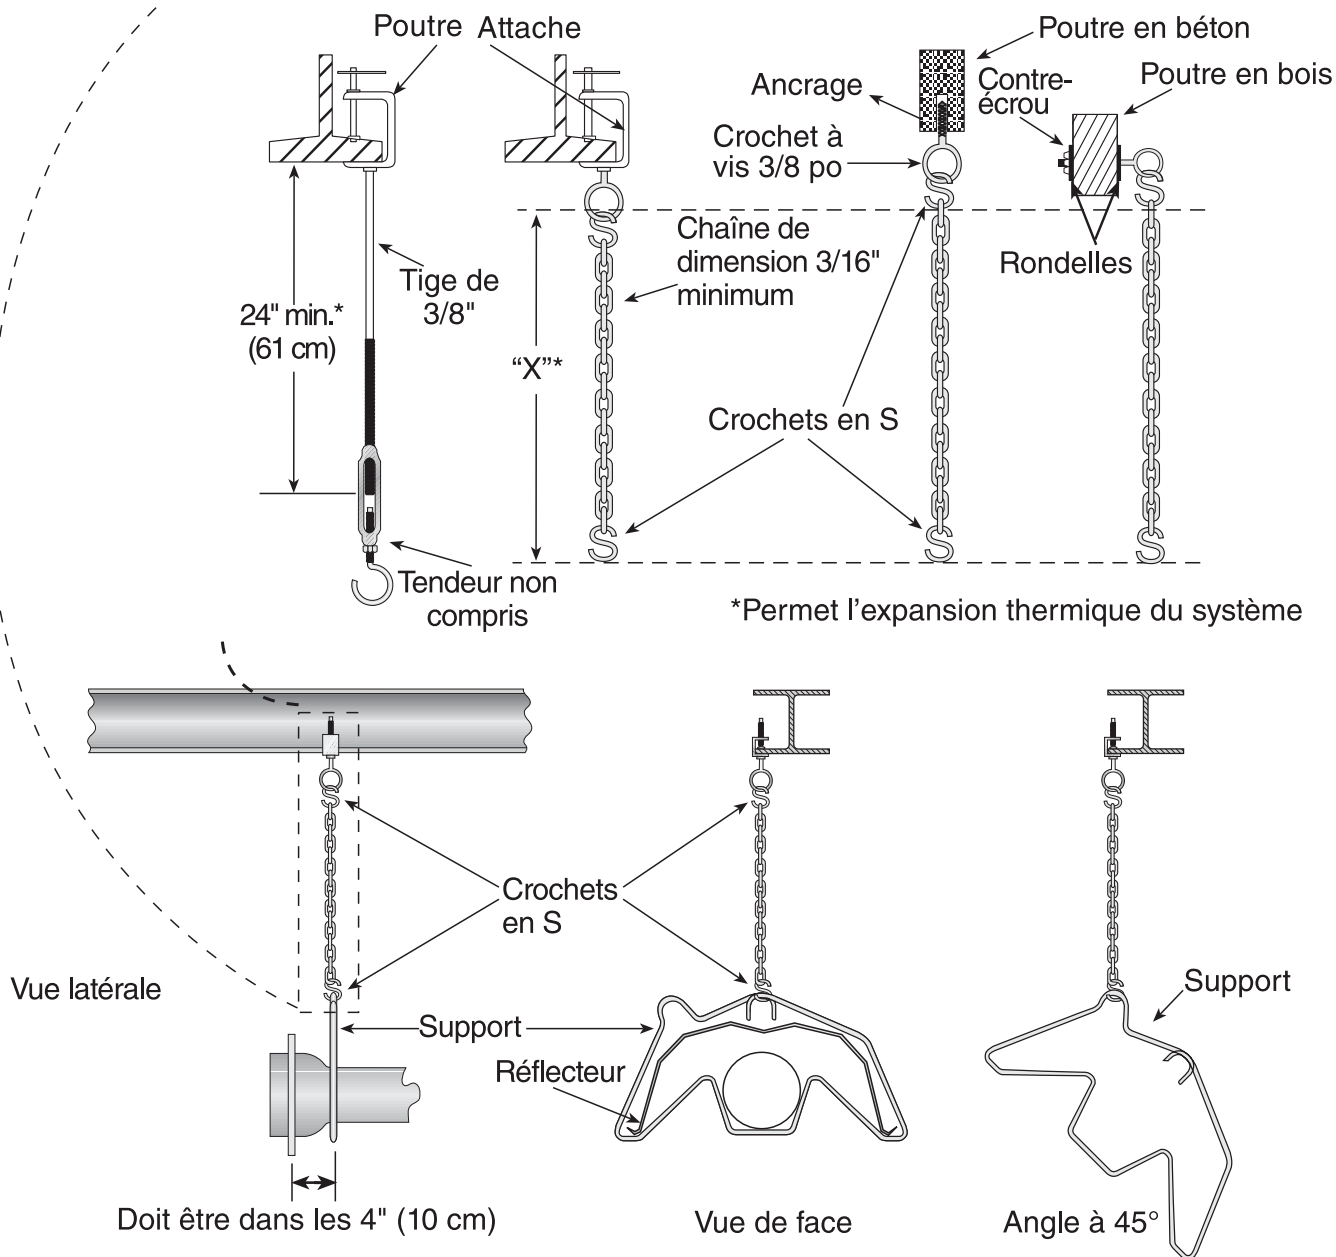
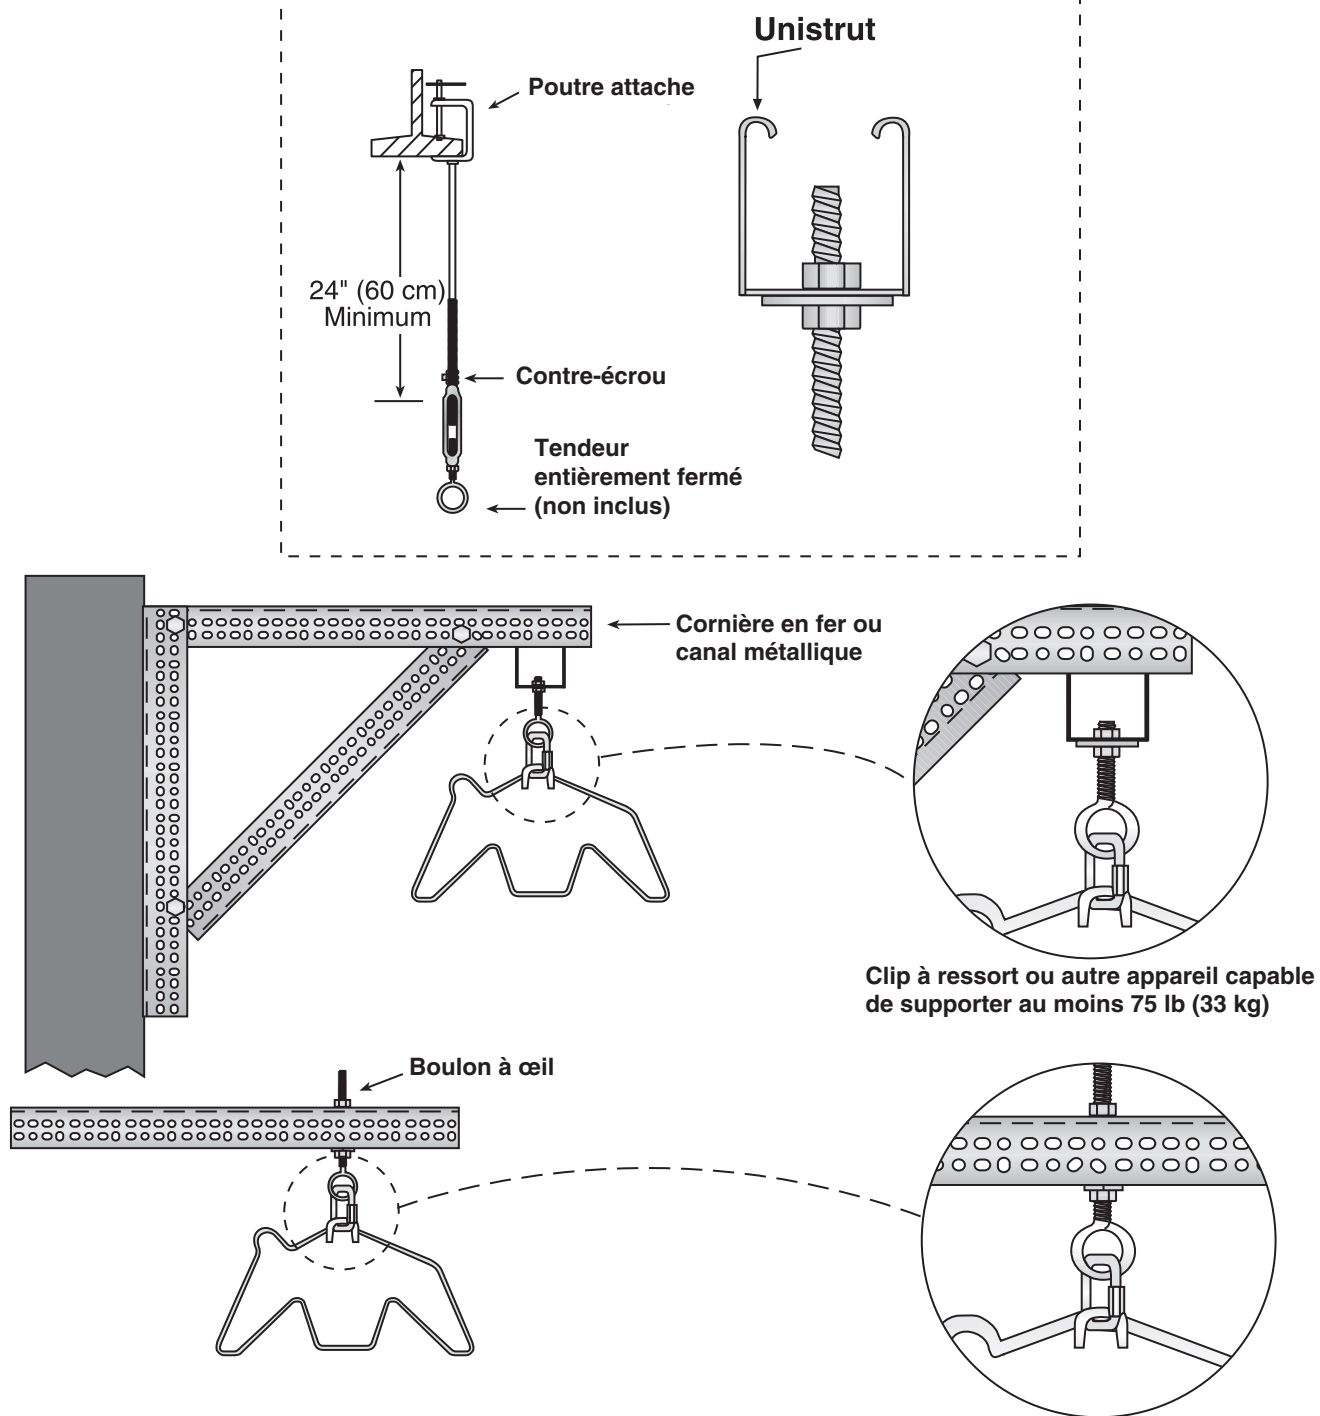

Figure 15. Suspension de chauffage intérieur typique
Figure 16. Suspension de chauffage extérieure typique (modèle VZH uniquement)
2. À l'aide d'un palan, d'un élévateur ou d'un personnel suffisant pour soutenir l'assemblage du tube, connectez chaque support de suspension à chaque point de suspension du bâtiment ou de la structure à l'aide de crochets en S conformément à la Figure 15 ou à la Figure 16.
- Le radiateur peut être installé sans ventilation conformément aux codes de ventilation du bâtiment et à la section Dégagements si une ventilation suffisante est fournie à hauteur de 4 CFM (US) ou 3 CFM (Canada) par intensité de tir de 1,000 BTUh.
- Un terminal d'évent de type rabattable (voir Figure 16) avec une grille et sans clapet anti-retour doit être installé à l'extrémité d'évacuation du tube.